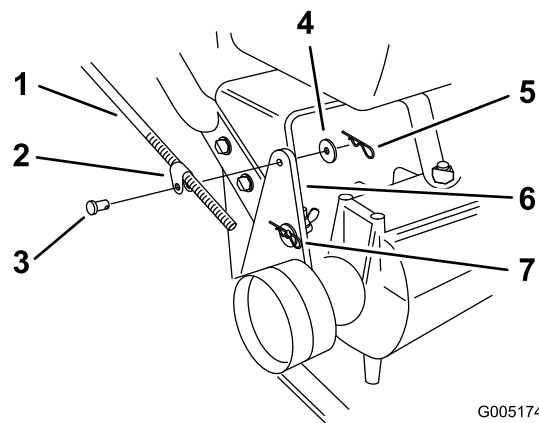

Figure 41
2. Vérifiez le fonctionnement. Si un réglage est nécessaire, retirez la goupille fendue, la rondelle et l'axe de chape qui fixent la tige de commande au support de la poulie de tension (Figure 41).